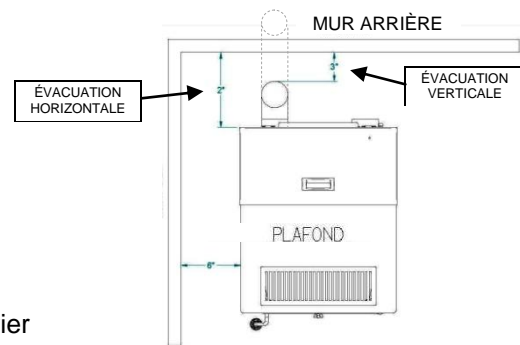

FIGURE 1
Le poêle à granules Drolet ECO-65 a été testé pour installation dans les résidences et maisons mobiles. (voir figure 1 & 2)
1. Positionnez le poêle en respectant les dégagements mentionnés aux figures 1, 2, 3 et 4.